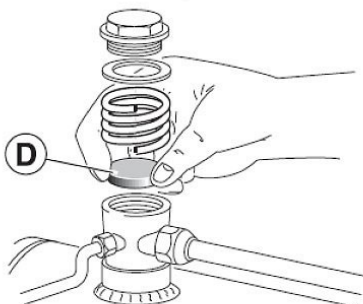

Abb. 18: Dichtelement im Rückschlagventil
Schritt 5: Überprüfen Sie die Riemenspannung. Der Riemen muss sich in der Mitte um ungefähr 10 mm biegen, wenn eine Belastung von 3 kg daran angebracht wird (Abb. 18). Stellen Sie die Riemenspannung gegebenenfalls nach (durch Verschieben des Motors) und achten Sie dabei darauf, dass die Riemenscheibe und das Schwungrad ordnungsgemäß gefluchtet bleiben.